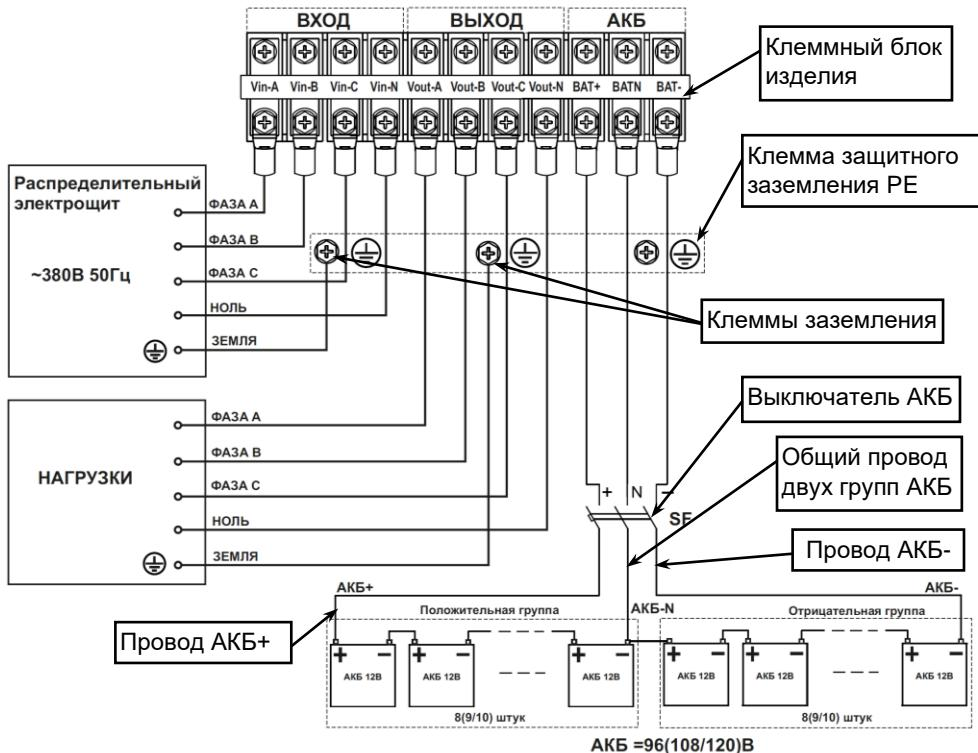

Рисунок 23 — Схема подключения изделия и монтажа аккумуляторной батареи.
- Включите защитный автоматический выключатель АКБ (SF) или выключатель группы предохранителей (при их использовании), см рисунок 23.
Между АКБ и изделием должен быть подключен DC — совместимый термомагнитный трехполюсный защитный автоматический выключатель SF, (или другое устройство защиты, например группа предохранителей с трехполюсным выключателем), расположенный как можно ближе к АКБ, см. рисунок 23.
- номинальное напряжение выключателя должно быть не менее рабочего напряжения положительной/отрицательной группы АКБ (см. рисунок 23);
Затем выполнить, с соблюдением полярности, последовательное соединение аккумуляторных батарей 12В, в соответствии с двуполярной схемой (см. рисунок 23) при помощи перемычек АКБ (перемычки АКБ в комплект поставки НЕ входят).
- Проводники фаз А, В, С и провод N питающей линии от распределительного щита, предназначенные для подключения на входы изделия, должны быть обесточены (см. рисунок 23)
- подключение кабелей к клеммному блоку выполняйте в соответствии со схемой (см рисунок 23) и маркировкой, нанесенной на клеммном блоке изделия;
- подключите провода заземления клеммам заземления изделия (см. рисунок 23);
- подключение кабелей к клеммному блоку выполняйте в соответствии со схемой (см. рисунок 23) и маркировкой, нанесенной на клеммном блоке изделия;
- к клеммам заземления каждого изделия подключите провода заземления кабелей подключения питающей сети и нагрузки (см. рисунок 23);